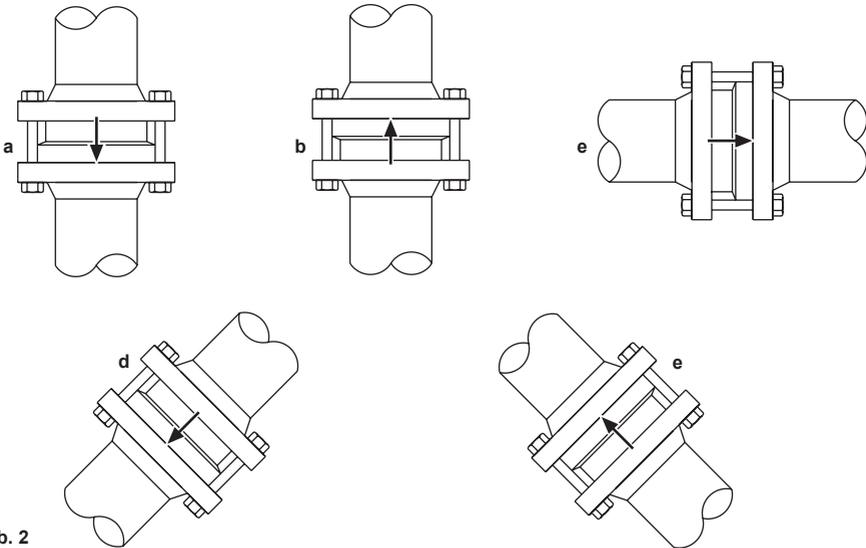

Abb. 2
- 3.3** Platten-Rückschlagventile werden einfach zwischen zwei Rohrleitungsflanschen installiert (siehe Abbildung 2). Standarddichtungen werden auf beiden Seiten des Ventils zusammen mit längeren Schrauben oder Bolzen verwendet. Hinweis: Flansche, Schrauben (oder Bolzen), Muttern und Dichtungen sind vom Installateur bereitzustellen. Beim Verschrauben von Flanschen sollte die gängige Vorgehensweise eingehalten werden, d. h. das Anziehen der Schrauben sollte in umgekehrter Reihenfolge erfolgen.